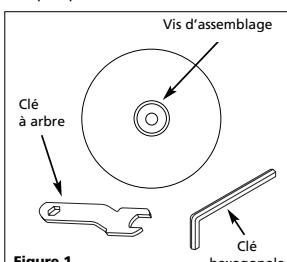

Figure 1
1. Enlever la vis d'assemblage et la meule à tronçonner (Voir Figure 1). Une clé à arbre est comprise avec quelques modèles.